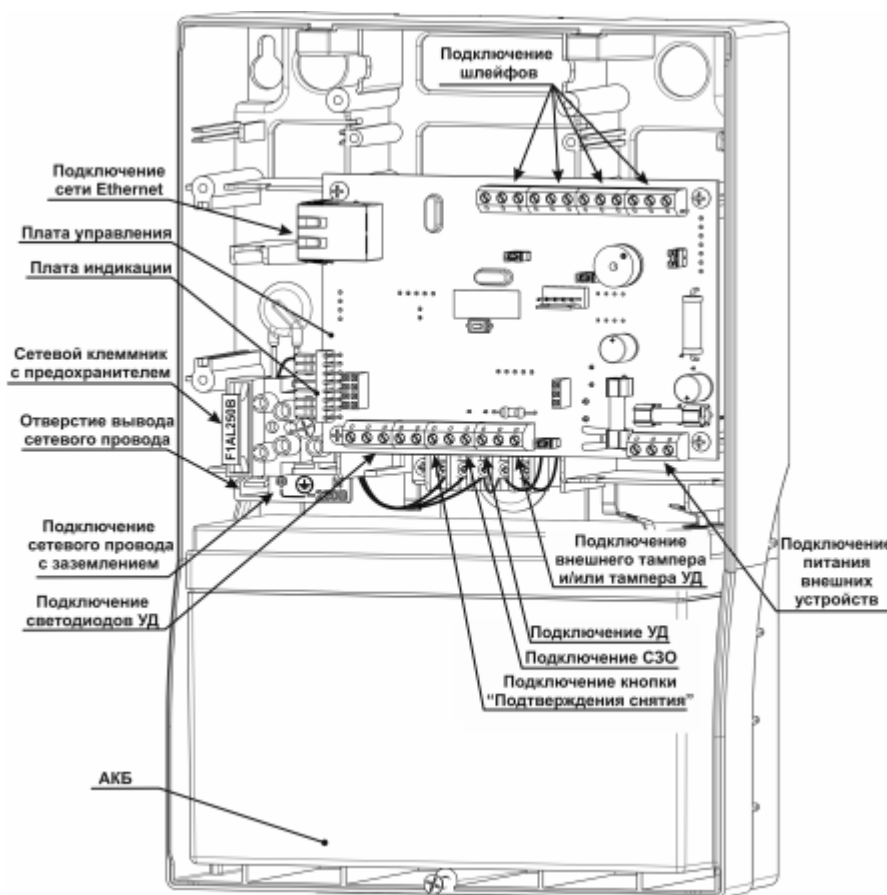

Рисунок 16. Вид прибора со снятой крышкой
2. Приборы ПКО-8Е имеют пластиковый корпус (Рис.16), выполненный из ударопрочного пластика. Корпус снабжён снимающейся передней крышкой, которая фиксируется в закрытом положении винтом в нижней части корпуса. В средней части корпуса располагается сетевой клеммник с предохранителем для подключения прибора к сети 220 В и заземлению, а также элементы для ввода сетевого кабеля. Рядом с сетевым клеммником нанесена маркировка контактов данного клеммника. Также на основании корпуса имеются отверстия для вывода кабелей из прибора. Для вывода проводов за пределы корпуса в его основании имеются локальные утонения материала, которые при необходимости удаляются механическим способом.